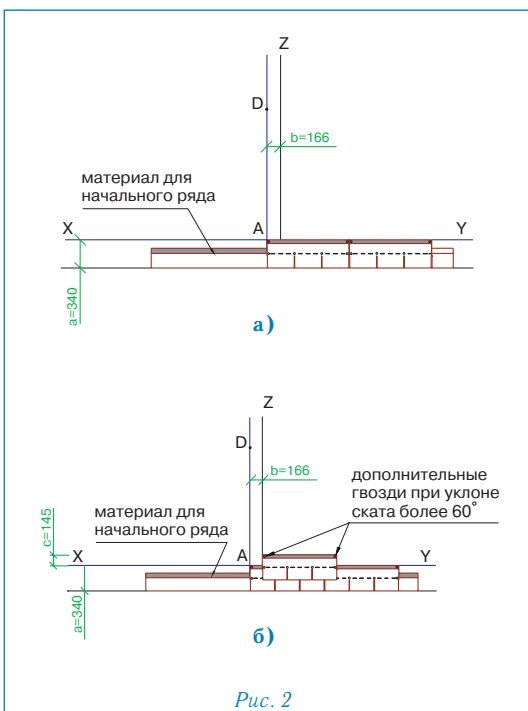

Рис. 2
Укладка материала (рис. 2)
- По линии карниза укладывается специальный самоклеящийся рулонный материал для начального ряда, при этом предварительно снимается защитная пленка с его изнаночной стороны (рис. 2а);
- укладка черепицы начинается от линии AD, при этом ее верхний край выравнивается по линии XY (рис. 2б);
- следующий ряд укладывается от линии Z (со смещением 16,6 см от AD) (рис. 2б);
Каждый лист черепицы ПРЕСТИЖ ЭЛИТ крепится 4 гвоздями (ось гвоздей на линии битумных клеевых полос) таким образом, чтобы гвоздь прошивал и верхний край нижележащего листа черепицы (рис. 2б).